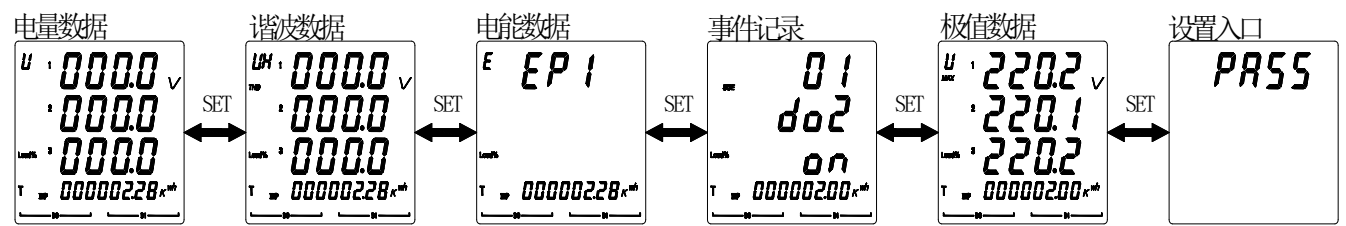

图 16
5.2.3 查看 DMY72L/96L 的各类电量参数的步骤如图 16、17 所示